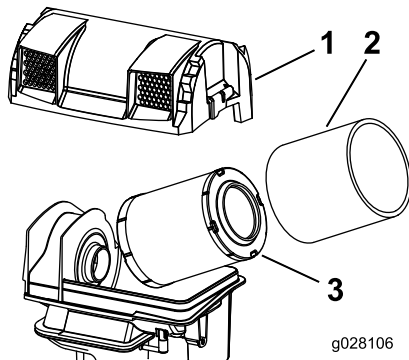

Figura 59
3. Retire los elementos de gomaespuma y de papel (Figura 59).
4. Separe el elemento de gomaespuma del elemento de papel (Figura 59).
2. Instale los elementos en la base del limpiador de aire (Figura 59).